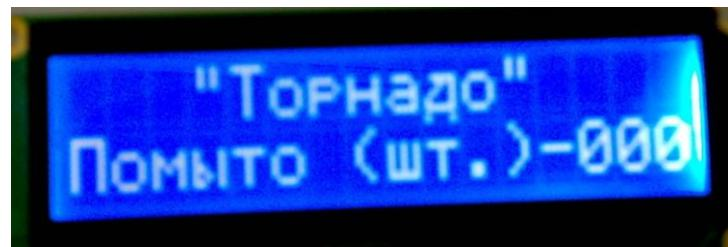

Рис. 6.2.
6.5. В ждущем режиме дисплей отображает количество помытых колес (рис.6.2). При достижении количества равного 200 колес** на экране высветится надпись: «Замените воду» и перестанут запускаться программы. Для обнуления счетчика и сброса сообщения необходимо нажать и удерживать кнопку «Обдув воздухом <V> до тех пор, пока сообщение не пропадет (3-5с).